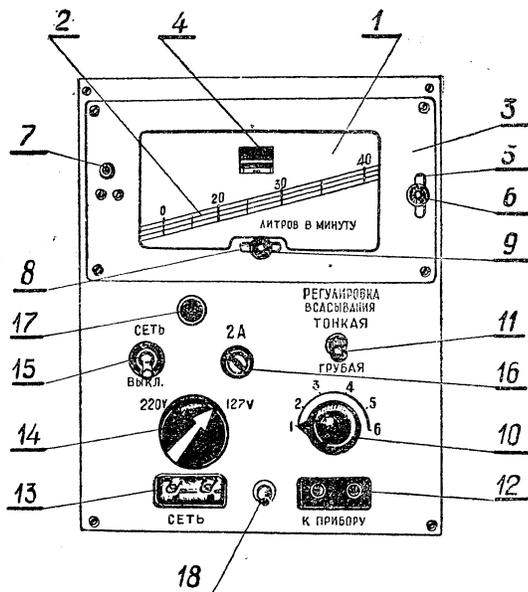

Рис. 3.
- б) Микроманометра (рис. 3)
- в) Питающего устройства (рис. 3), размещенных в металлическом футляре.
Микроманометр (1) (рис. 3) предназначен для определения количества литров воздуха, проходящего через прибор в одну минуту. Собственно микроманометром является плексигlassовая трубка (2). Трубка закрыта металлическим кожухом (3) с вырезом, в котором помеще-
Питающее устройство размещено в металлическом футляре. На панели (рис. 3) питающего устройства расположены: ручка переключателя (10) для грубой регулировки и ручка реостата (11) для точной регулировки всасываемого воздуха. Вращением этих ручек достигается изменение числа оборотов мотора, что в свою очередь и приводит к изменению количества всасываемого в прибор воздуха. Штепсельные гнезда (12) с надписью «к прибору» предназначены для включения узла отбора проб воздуха. Штепсельная колодка (13) с надписью «сеть» предназначена для включения прибора, при помощи сетевого шнура, в сеть. Колодка переключения напряжения (14). Выключатель (15) для включения и выключения прибора. Предохранитель (16), сигнальная лампочка (17), штекер (18) для одевания резиновой трубки, соединяющей узел отбора проб воздуха с микроманометром.